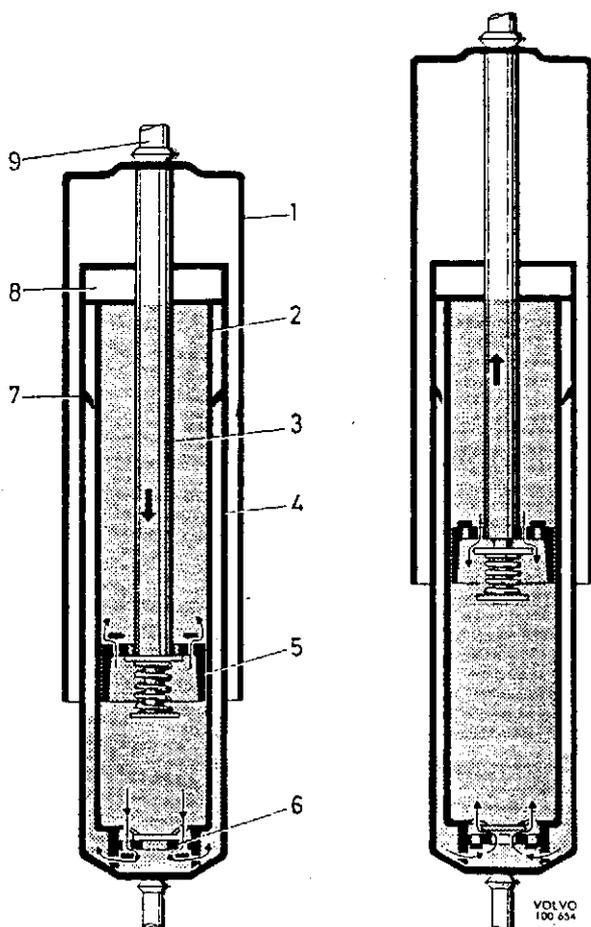

Abb. 9 Stoßdämpfer
Die Ausführung der Stoßdämpfer geht aus der Abb. 9 hervor. Der äußere Zylinder (1) dient lediglich als Staubschutz. Die beiden inneren Zylinder (2 und 4) sind konzentrisch ineinandergeschoben. Der innerste der beiden Zylinder (2) ist der Arbeitszylinder. Er ist mit einem Ventil (6) am unteren Ende versehen. In diesem Zylinder befindet sich ein Kolben (5), in den Löcher gebohrt sind. Der Durchgang durch diese Löcher wird durch Ventile gesteuert.